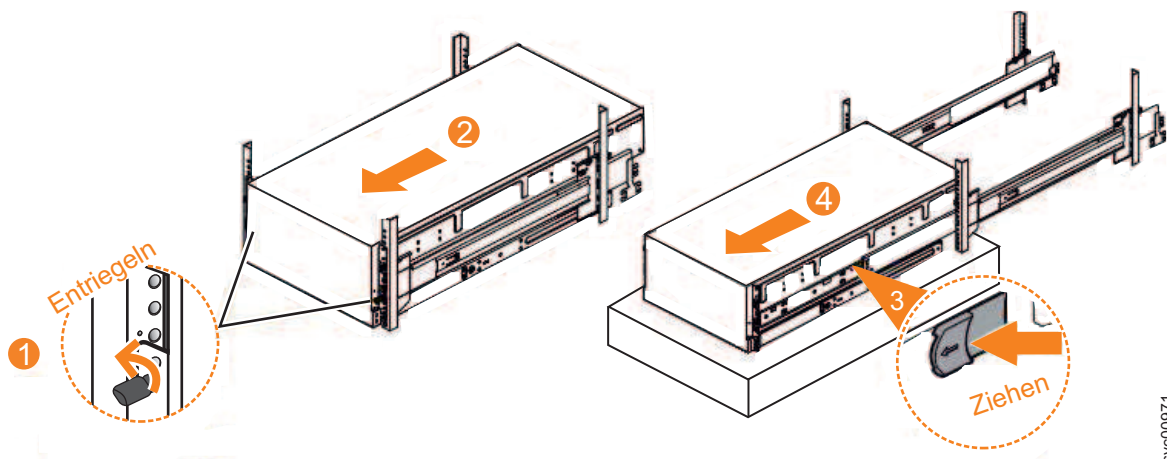

Abbildung 107. 2145-92F-Gehäuse aus Rack entfernen
1. Lösen Sie die Verriegelungsrändelschrauben (**1**) an der Vorderseite des Gehäuses (siehe Abb. 107).
2. Ziehen Sie das Gehäuse vorsichtig nach vorne aus dem Rack (**2**) (siehe Abb. 107).
3. Suchen Sie den linken und rechten blauen Lösehebel in der Nähe der Vorderseite des Gehäuses. Ziehen Sie beide Lösehebel vorwärts, um den Einschubmechanismus zu entriegeln (**3** in Abb. 107).
4. Ziehen Sie das Gehäuse und den inneren Schienenteil aus dem Rack (**4** in Abb. 107).